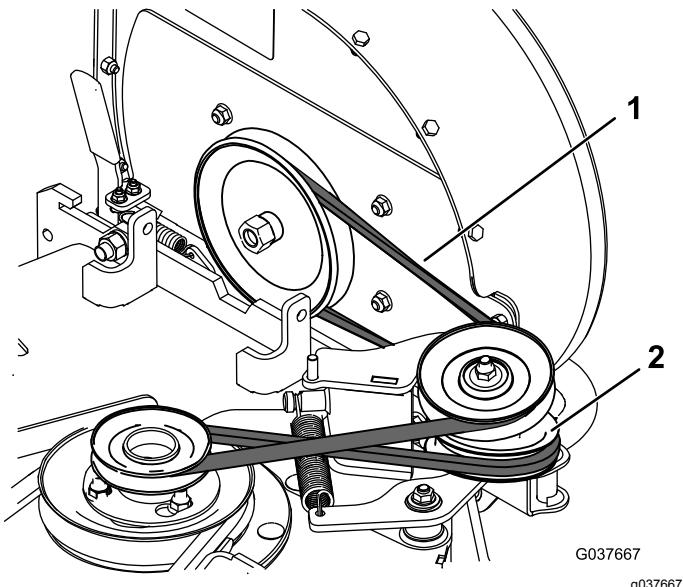

図 26
- スプリング付きのアイドラプーリを引っ張ってベルトのテンションを弱める図 26。
- 9. 図 26 のように、ベルトをブロアとアイドラブリに取り付ける。